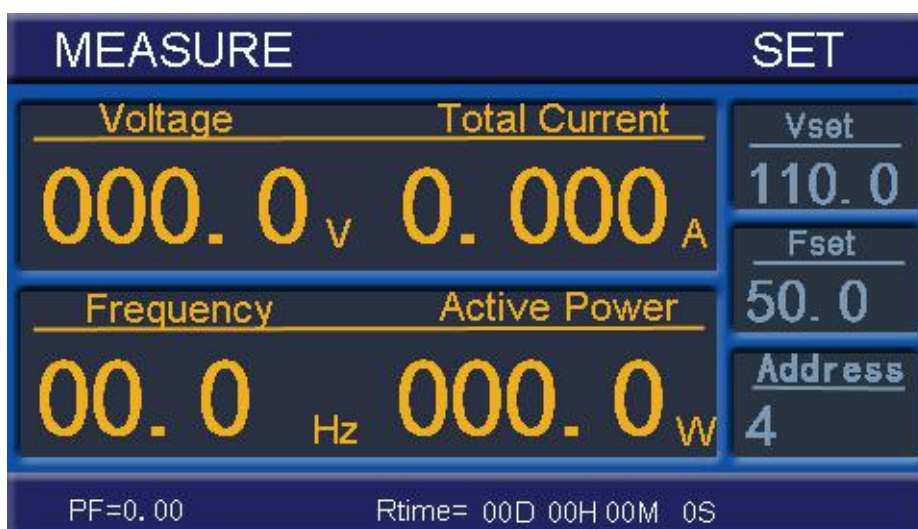

图 5 电源设置状态
5.1.2.2 按 **Fset** 键，进入频率设置状态（如图 5 所示），通过▲键、▼键或者飞梭旋钮，对频率参数值进行设置。参数设置完毕后按 **STOP** 键可返回待机状态。